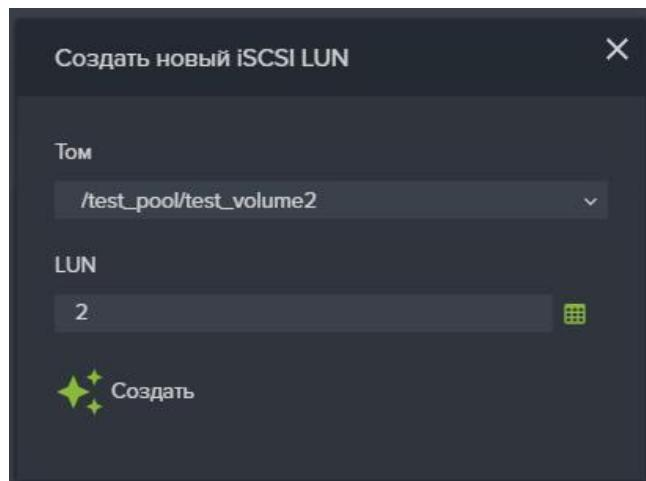

Рисунок 50 – Создание iSCSI LUN
2. Нажмите на кнопку «Создать новый iSCSI LUN», откроется одноименное окно (см. Рисунок 50).